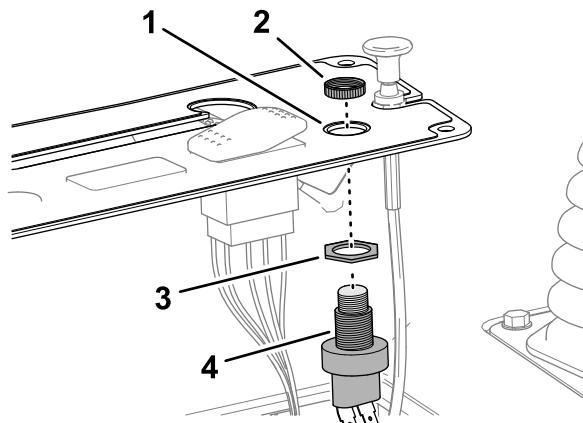

Bild 16
- 1. Schrauben Sie die Klemmmutter auf das Gehäuse des Hupenschalters (**Bild 16**).